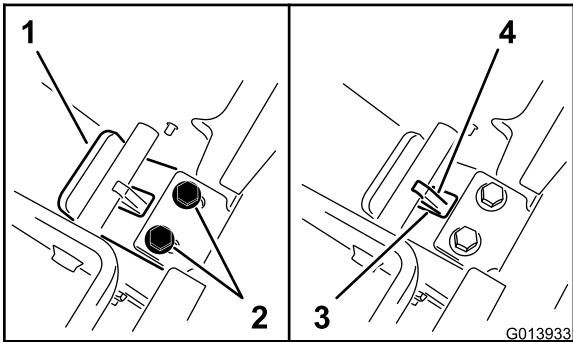

図 10
2. バックプレートへの圧力を保持したまま、トングを手前にスライドさせてトングプレートのリップをクロスバーに接触させる図10。